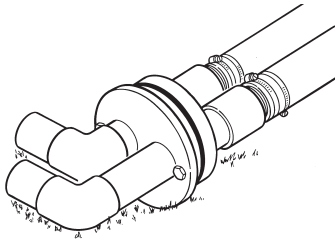

Figura 10
5. Instale los codos de acero en el extremo superior de los nipples (Figura 10). Para evitar fugas, cubra con cinta de Teflón todas las uniones roscadas. **NOTA:** Si instala los codos en este paso, tal vez resulte más difícil llenar la tubería (Paso 7); sin embargo, funcionan como un tope para evitar que la tubería se resbale a través del sello del pozo y desaparezca en el interior de éste.